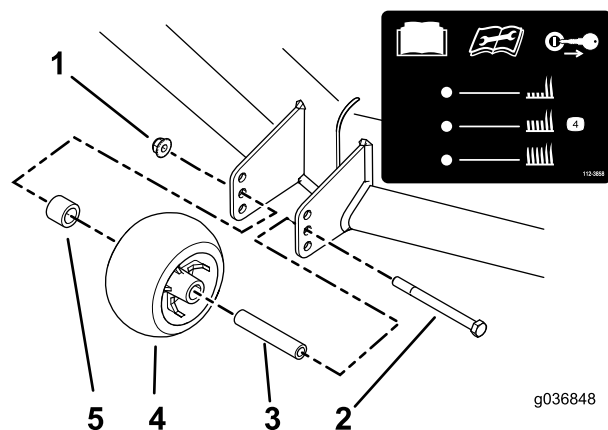

Figura 34
3. Ajuste los rodillos protectores del césped como se muestra en Figura 34.